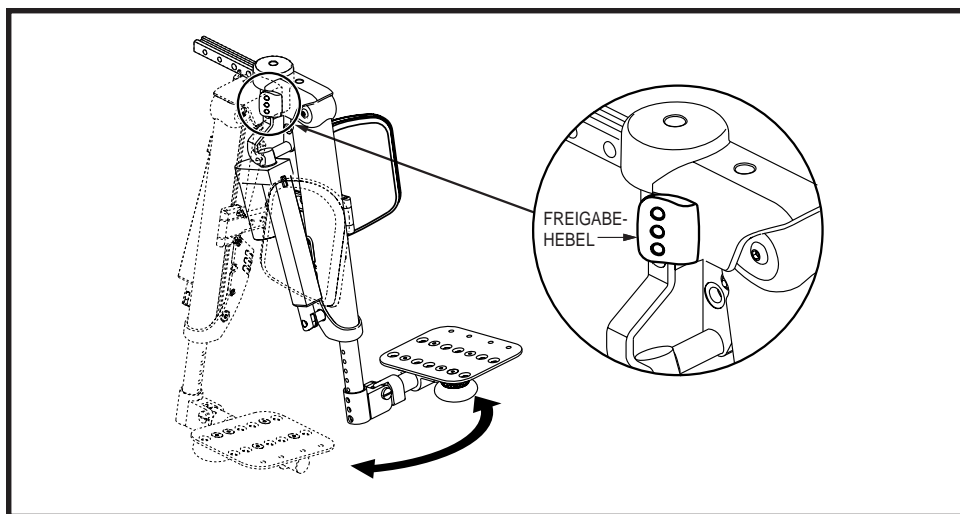

Abb. 13. Ausschwenkbare, elektrisch längs verstellbare Beinstützen
1. Den Freigabehebel eindrücken. Siehe Abbildung 13.